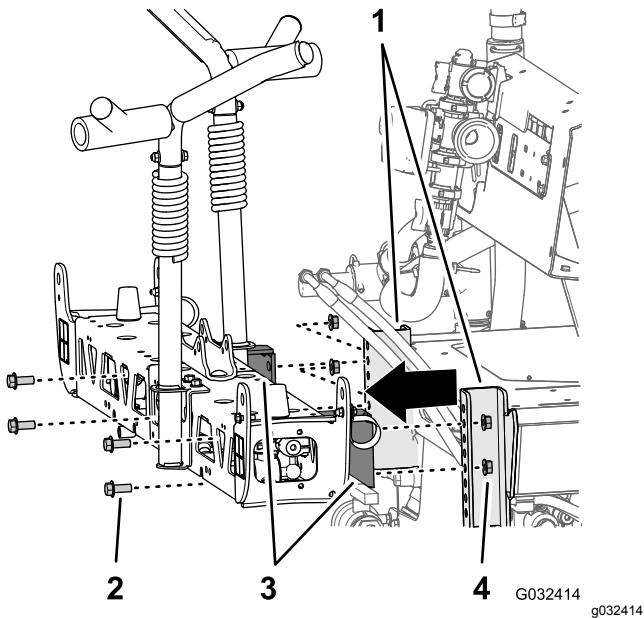

Figura 69
4. Retire los 4 pernos con arandela prensada (1/2" x 1-1/4") y las 4 tuercas con arandela prensada (1/2") que sujetan los soportes de la sección de brazo central al perfil del bastidor del fumigador y retire la sección de brazo central de la máquina (Figura 69).